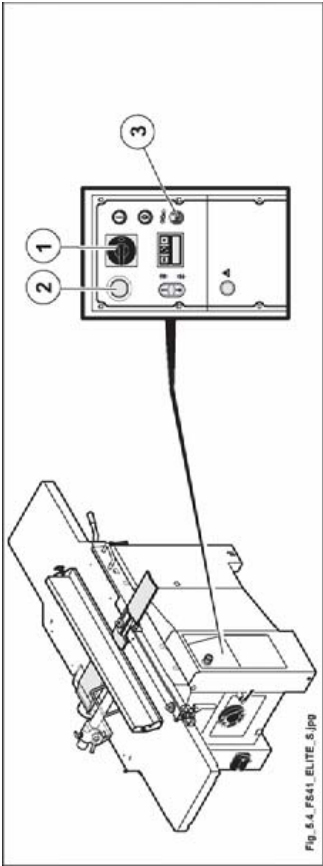

Abb. 5.4
- Sich vergewissern, dass die Notastasten (2 Abb. 5.4) losgelassen sind, andernfalls sie in Pfeilrichtung drehen.
- Wählschalter zum Lösen der Bremse (3 Abb. 5.4) auf  gedreht ist (Meldelampe verlöscht).
- Hauptschalter (1 Abb. 5.4) auf I (ON) gedreht ist.